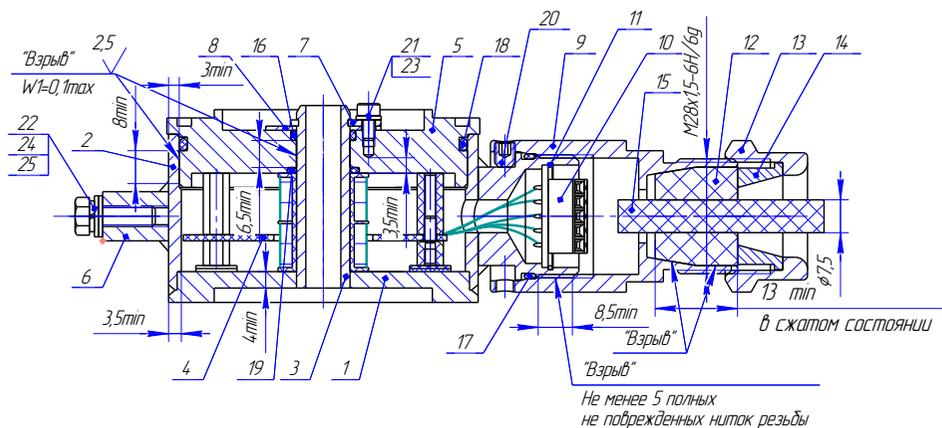

Рисунок 5. Датчик конечных положений затвора. Чертеж средств взрывозащиты.
Обозначения на рис. 1а,б,в: 1—корпус(Сталь 10Х18Н9Л ГОСТ 977-88), 2—камера(Сталь 14Х17Н2 ГОСТ 5632-72), 3—трубка разделительная(Сталь 12Х18Н10Т ГОСТ 5632-72/14Х17Н2 ГОСТ 5632-72), 4—электромагнитный привод (см.рис.3)), 5—сердечник (Сталь 14Х17Н2 ГОСТ 5632-72), 6—кольцо (фторопласт Ф4К20 ТУ 6-05-1413-76), 7—пружина (Проволока ВО-2 ТУ3-1002-77), 8—шток (Сталь 12Х18Н10Т ГОСТ 5632-72), 9—затвор (Сталь 14Х17Н2 ГОСТ 5632-72), 10—вкладыш (Сталь 14Х17Н2 ГОСТ 5632-72), 11—вставка (Сталь 14Х17Н2 ГОСТ 5632-72), 12—кольцо (фторопаст-4 ГОСТ 10007-80 Е), 13—гайка (Сталь 09Г2С ГОСТ19281-89), 14—шток (Сталь 12Х18Н10Т ГОСТ 5632-72), 15—гильза (Сталь 09Г2С ГОСТ19281-89), 16—ручка (Сталь 12Х18Н10Т ГОСТ 5632-72), 17—скоба (Сталь 12Х18Н10Т ГОСТ 5632-72), 18—втулка (Сталь 12Х18Н10Т ГОСТ 5632-72), 20,21,22,23,24—кольца уплотнительные (резиновая смесь. Марка в зависимости от исполнения), 25—винт А2 DIN127, 26— камера (Сталь 14Х17Н2 ГОСТ 5632-72)/Датчик конечных положений затвора (рис.5).
**7.2.5** Подключение к датчику положения затвора СЕНС-ДКП, СЕНС-ДКП-ХЛ вести в следующей последовательности (рис.5, 7):